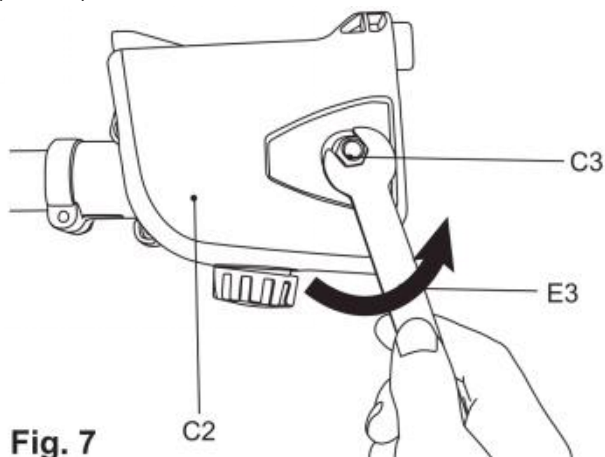

Fig. 7
- 3) Die Sicherungsmutter (C3) mit dem Montageschlüssel (E3) gegen den Uhrzeigersinn lösen und anschließend die Seitenabdeckung (C2) abnehmen. (Abb. 7)